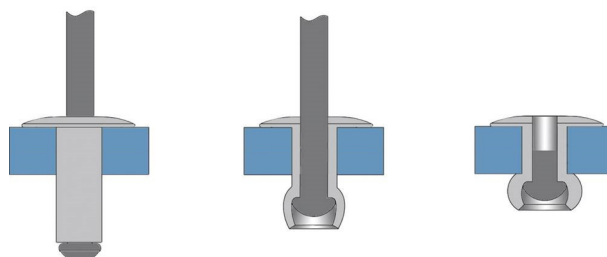

Bild 8
16. Führen Sie eine POP IMEX-Niete in das Loch ein und üben Sie gleichmässigen Druck auf den Griff des Nietwerkzeugs aus, bis der Nietdorn bricht und das Loch abgedichtet ist (Bild 8).